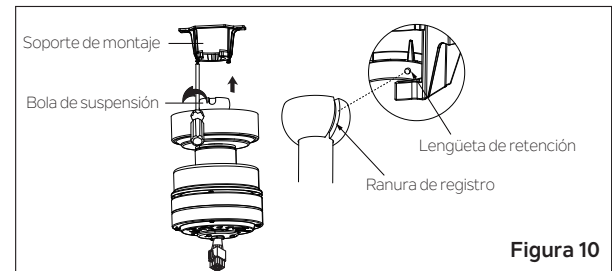

Figura 10
Paso 6. Levante el cuerpo del motor para colocarlo en su posición y coloque la bola de suspensión en el soporte de montaje. Gire todo el conjunto hasta que la “lengüeta de retención” haya caído en la “ranura de registro” y se asiente firmemente. (Figura 10)